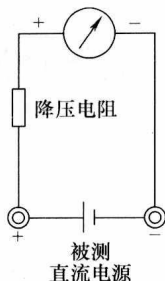

图 1-10 直流电压测量原理图
(2) 直流电压测量原理 如图 1-10 所示，在表头上串联一个适当的电阻（叫做倍增电阻）进行降压，就可以扩展电压量程。改变倍增电阻的阻值，就能改变电压的测量范围。